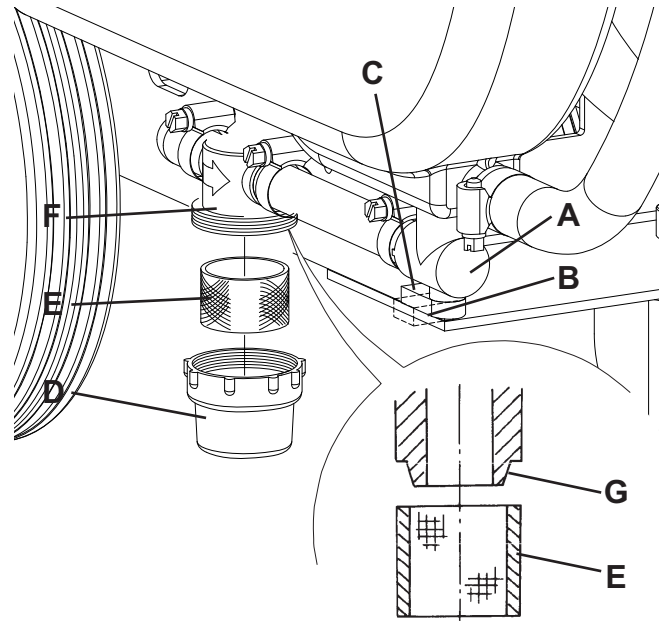

Abbildung 5
1. Netzkabel (3) vom Stromnetz lösen und auf den Halter (4) wickeln.
3. Das Reinigungslösungsventil (A, Abb. 5) schließen. Das Ventil befindet sich unter dem Gerät hinter dem linken Hinterrad. Das Ventil (A) ist geschlossen, wenn es sich gegenüber der Leitung in Stellung (B) befindet. In Stellung (C) ist es geöffnet.
4. Durchsichtigen Deckel (D) abnehmen und Siebfilter (E) entfernen. Reinigen und in der Halterung (F) anbringen.